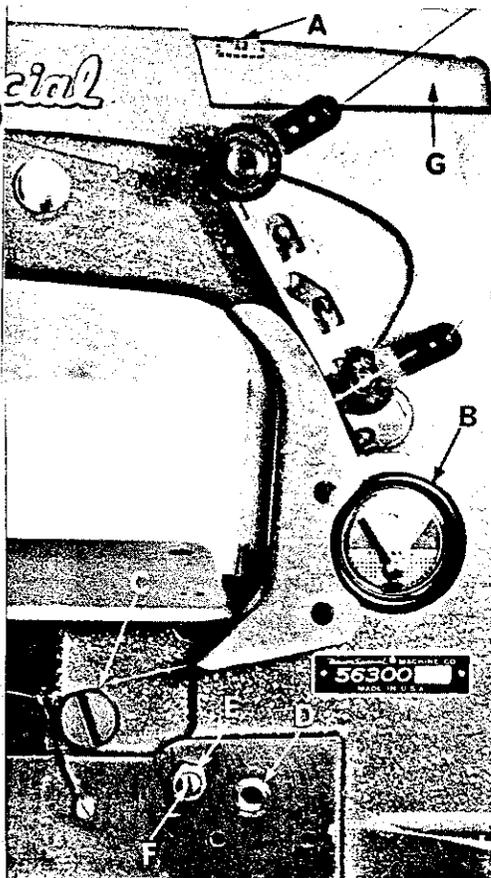
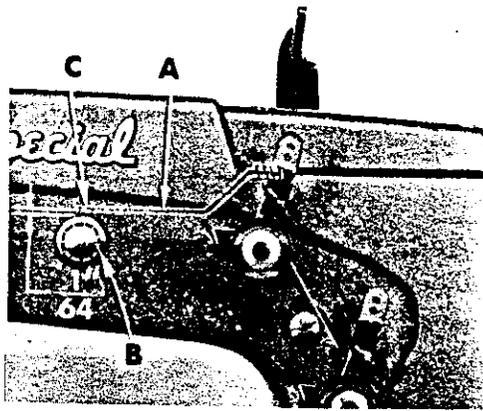

Fig. 2
Fig. 3
Llene el depósito principal por el agujero que tapa el tapón roscado (A, Fig. 2) y revise el nivel de aceite en el indicador (B). Cuando la aguja se encuentra en la línea amarilla indicando "Full" (lleno), el aceite está en su nivel máximo. Cuando la aguja está en la línea amarilla marcando "Low" (bajo), se debe añadir aceite.
- 2.- Quite el tapón roscado del depósito de aceite (C, Fig. 2) e inclina la máquina hacia adelante para sacar el aceite.
- 5.- Llene el depósito principal al nivel de la curva inferior de la chumacera (D, Fig. 2) de la barra del prensador de rodilla.
- 6.- Afloje la contratuerca (E) en el tornillo calibrador (F), y gire el tornillo hacia la izquierda o derecha hasta que la aguja del indicador quede en la línea amarilla marcada "LOW" (bajo).
- 7.- Apriete la contratuerca (E) y reponga el tapón roscado (C).
Quite la cubierta de la cabeza de la máquina y la cubierta superior del espacio del cigüeñal (G, Fig. 2). Rectifique la posición de la aceitera de la palanca (A, Fig. 3) que se encuentra contra la pared por detrás de la fundación del brazo, debajo de la cubierta superior del espacio del cigüeñal, que lubrica el perno pasador (B). Asegurese de que esté inclinado hacia abajo y que su salida (C) toque la pared interior de la pared de fundación en la parte trasera, arriba de la muesca del manguito del perno. (No permita que la aceitera se recargue en la palanca de la aguja). Deje un espacio de  $1/64$ " de pulgada (.039mm) arriba de la palanca según se ve en la Fig. 3.